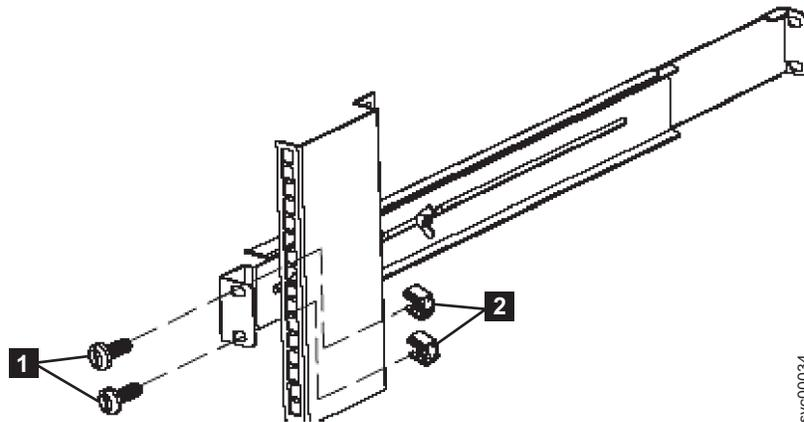

図 314. 2145 UPS-1U の後部レール取り外し
5. 2 つの M6 × 10 ねじ (図 314 の **1**) と 2 つのクリップ・ナット (**2**) をレールの後ろ側から取り外します。